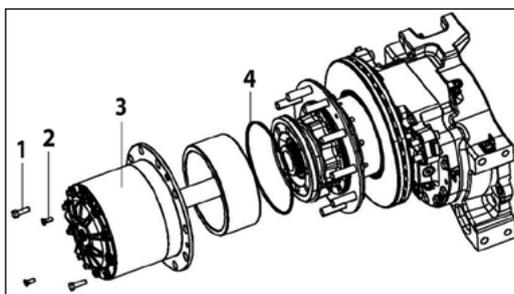

Figura 1-9-8
1. Como mostrado na *Figura 1-9-8*, remova os parafusos sextavados [2] (M10, torque de 45 N.m, quantidade 2).